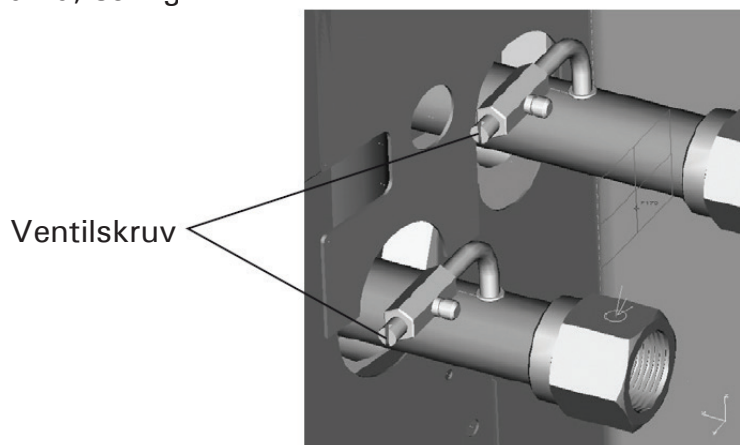

Fig 32
- (1) Strömmen får ej slås på innan all installation är färdig.
- (2) anslut alla kablar ordentligt.
- (3) Avlägsna damm och smuts.
- (4) Skruva in ventilskruvarna, se Fig.32.